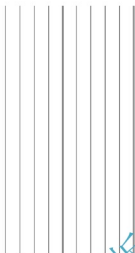

图 4.100 绘制垂直构造线
(1) 将【辅助】图层设置为当前层，打开【正交】功能并选择菜单栏中的【绘图】|【构造线】命令。
① 在 **XLINE 指定点或 [水平(H)/垂直(V)/角度(A)/二等分(B)/偏移(O)]**: 提示下，在绘图区域任意位置单击。
② 在**指定通过点**:提示下,将光标垂直向下拖动,形成垂直线后单击。这样就绘出一条垂直构造线。
(2) 用**【阵列】**命令生成其他垂直构造线,参数设为1行、10列、列偏移距离300mm,结果如图4.100所示。